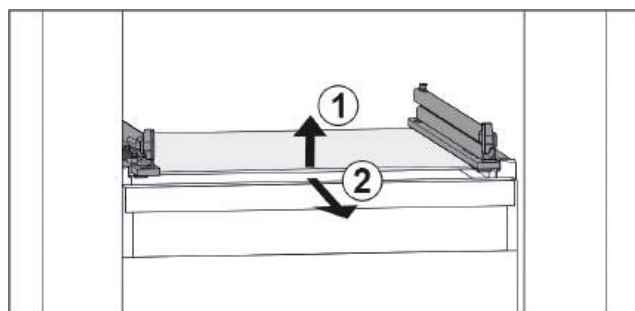

Fig. 37 Beispielhafte Darstellung der Glasplatte
- Glasplatte vorne anheben. Fig. 37 (1)
- Glasplatte nach vorne entnehmen. Fig. 37 (2)